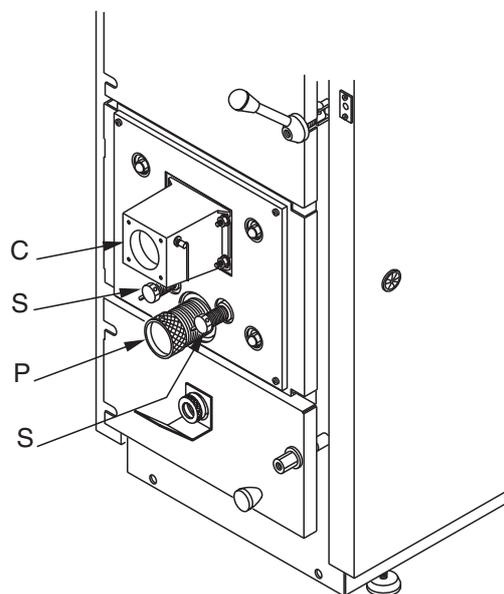
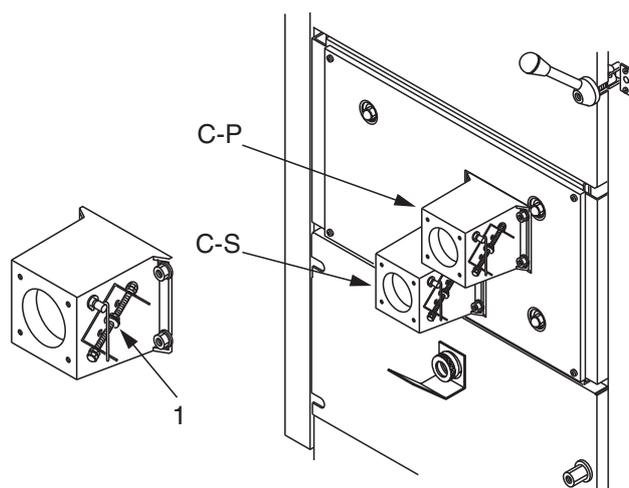

fig. 27
fig. 28
**Per modelli AIREX 25 2S, AIREX 40 2S, AIREX 50 2S (fig. 27):**
**Per modelli AIREX 65 2S, AIREX 80 2S (fig. 28):**
**La posizione di partenza delle ghiera** (pos. 1, fig. 28) che comandano l'apertura o la chiusura dell'aria primaria e secondaria, **dovrà essere circa a metà sull'asta filettata.**
A questo punto, "avvitare" o "svitare" le ghiera (pos. 1, fig. 28) sulla barra filettata fino ad ottenere una regolazione ottimale delle arie osservando il colore della fiamma nella camera di combustione inferiore; si tenga presente che avvitando in senso orario la ghiera (cioè verso l'alto) si otterrà un aumento dell'immissione dell'aria (primaria o secondaria), viceversa, una diminuzione.
La caldaia AIREX 2S è dotata di un ventilatore di aspirazione dell'aria di combustione (pos. 7 fig. 2), di un collettore di distribuzione dell'aria di combustione (pos. 1 fig. 27) e di regolatori dell'aria primaria (pos. P fig. 27) e secondaria (pos. S fig. 27) (2 ventilatori per modelli AIREX 65 2S e AIREX 80 2S + 2 collettori ingresso arie primaria e secondaria con relative regolazioni, vedere fig. 28).